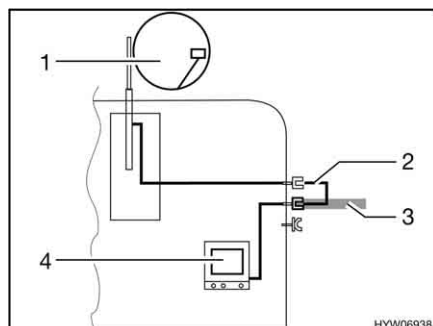

Fig. 89 TV nel veicolo
- TV nel veicolo (Fig. 89,4): Collegamento all'antenna del tetto (Fig. 89,1) con cavo di collegamento (Fig. 89,2)
- TV nel veicolo (Fig. 89,4): Collegamento a antenna esterna (Fig. 89,3)